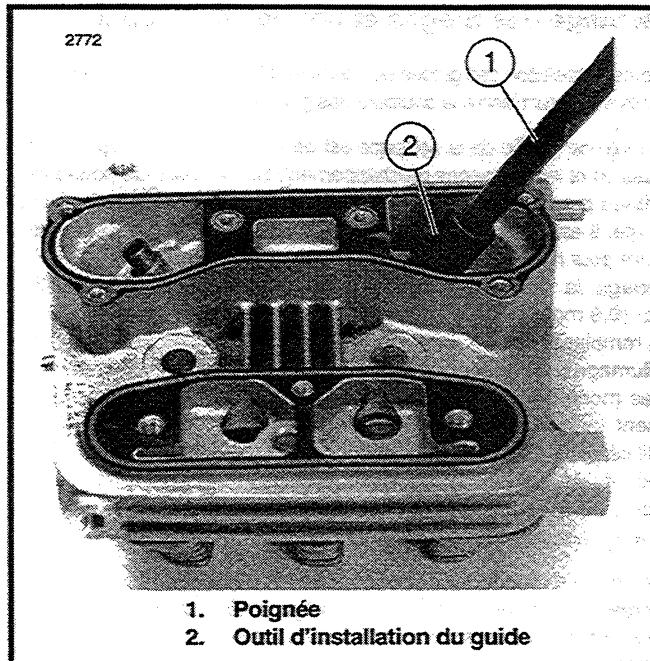

Figure 3-18. Installation du guide de soupape sans rebord
4. Voir Figure 3-18. Montez les guides sans rebord à l'aide d'un REPOSE-GUIDE DE SOUPE, réf. HD-34731 et du CHASSE ET EXTRACTEUR (réf. HD-34740). Enfoncez le guide jusqu'à ce que l'outil touche la surface polie entourant le guide. A ce stade, la hauteur du guide est correcte.